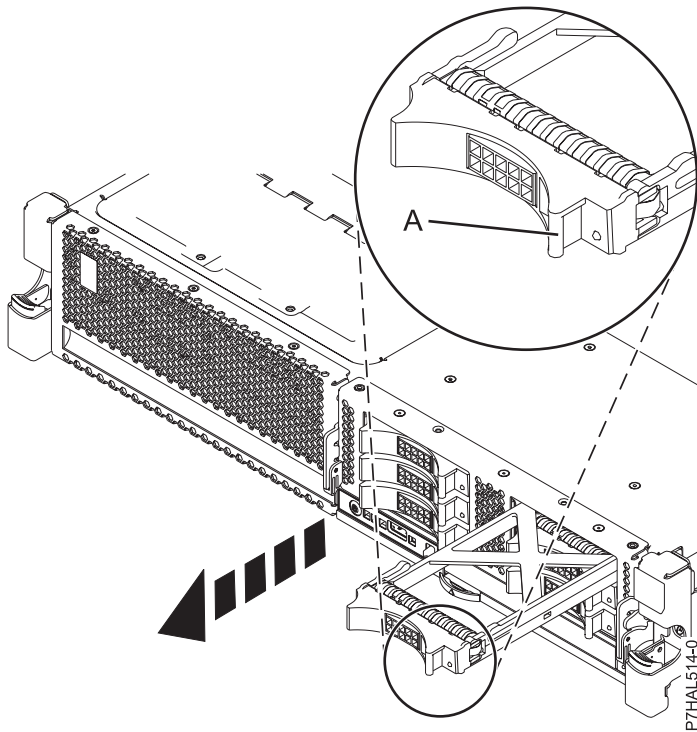

Figure 31. Retrait d'un obturateur d'unité de disque
3. Tenez la poignée de l'obturateur (**A**) et tirez l'obturateur d'unité de disque hors de l'emplacement, comme illustré dans la figure 31, à la page 54.